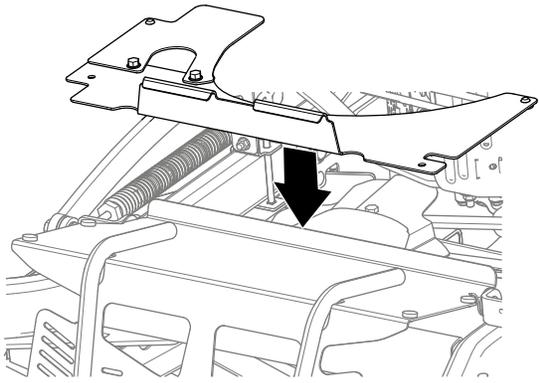

Figura 36
1. Monte la extensión del protector en la máquina, tal y como se muestra en la Figura 36